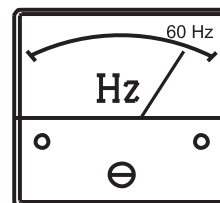

Figure 43. Fréquencesmètre
3. Le fréquencesmètre du générateur (Figure 43) devrait afficher la fréquence de sortie de 60 cycles en HERTZ.